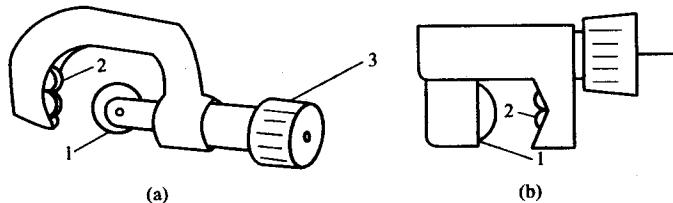

图1-1 割刀
(1) 管工工具的使用方法。
① 割刀。割刀也称为割管器，是专门切断紫铜管、铝管等金属的工具。割刀的构造如图1-1所示。切割时，